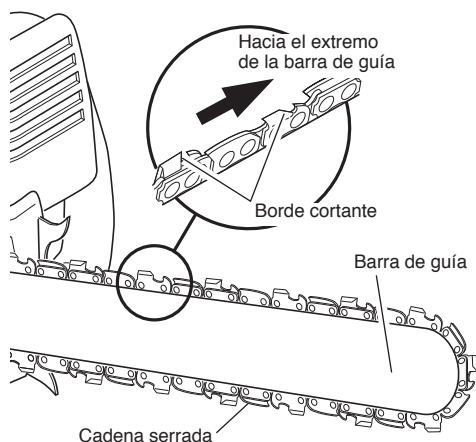

Figura 22 - Dirección correcta de la cadena
3. Ponga la cadena serrada alrededor de la rueda dentada, a lo largo de la ranura superior de la barra de guía, y alrededor del extremo de la barra de guía (vea la Figura 22). **Nota:** Asegúrese que los bordes cortantes de la cadena serrada estén mirando en la dirección correcta. Ponga la cadena de tal forma que los bordes cortantes que están sobre la barra de guía miren hacia el extremo de la barra de guía (vea la Figura 22 y el indicador sobre la tapa lateral de la sierra).